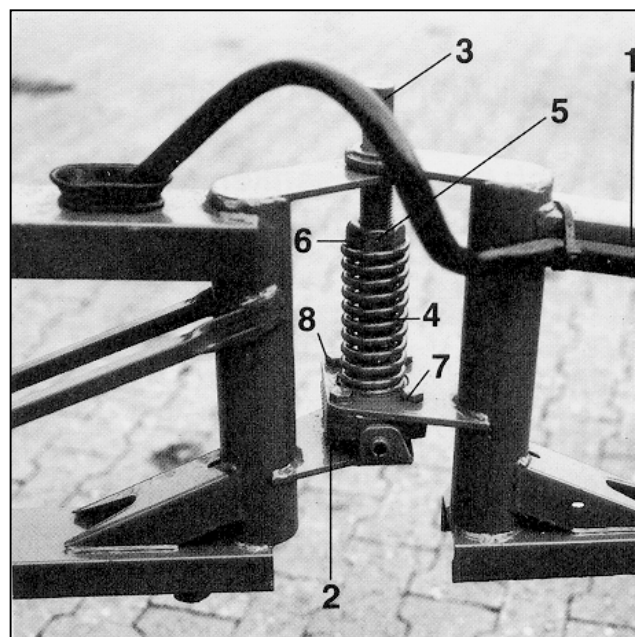

Fig. 8.12
- Bolten (fig. 8.12/8) på lasken (fig. 8.12/7) løsnes. Indstillingen sker direkte med plastkloen (fig. 8.12/2) ved hjælp af langhullerne i lasken.
- Boltene (fig. 8.12/8) spændes.